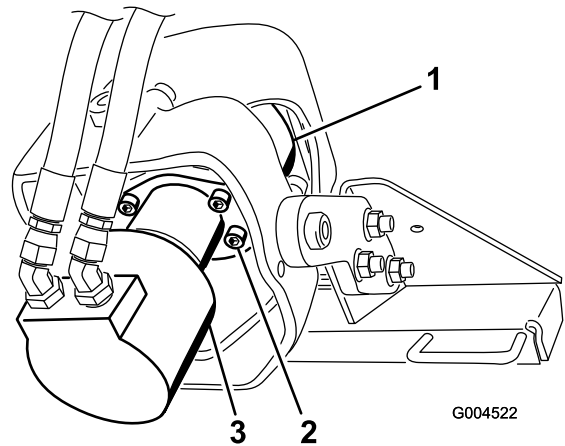

Figure 11
1. Soutenez la tête d'entraînement au-dessus d'un bac de vidange (Figure 11).